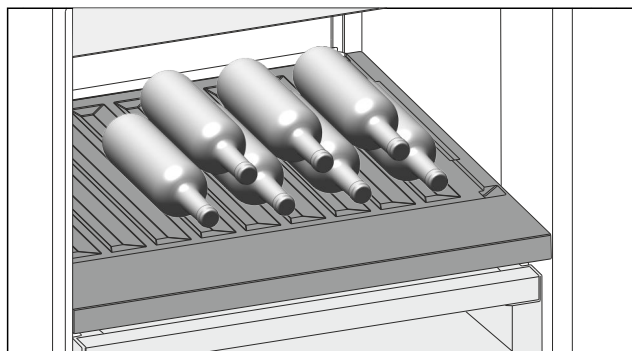

Fig. 110
- Lägg in flaskorna med botten bakåt mot bakväggen. (se Fig. 110)